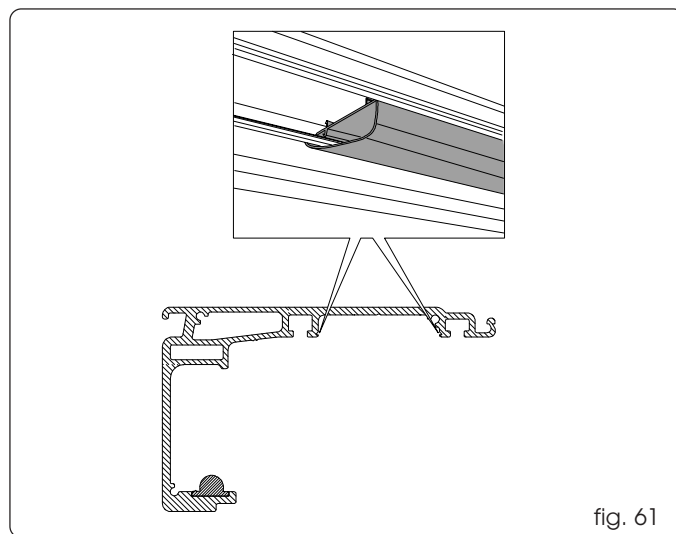

fig. 61
Duw de kabelkanalen in de behuizing in het steunprofiel die niet wordt bezet door de aandrijfmodule, zoals aangegeven op fig. 61, ref. ①.